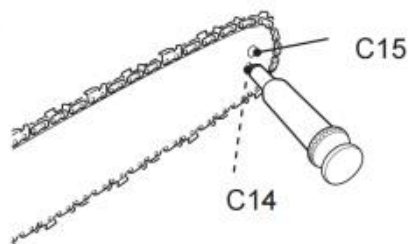

Fig. 69
2. Använd en engångssmörjpistol, för in nålen i smörjhålet (C14) och injicera fett tills det dyker upp vid utsidan av kedjehjulet (fig. 69).